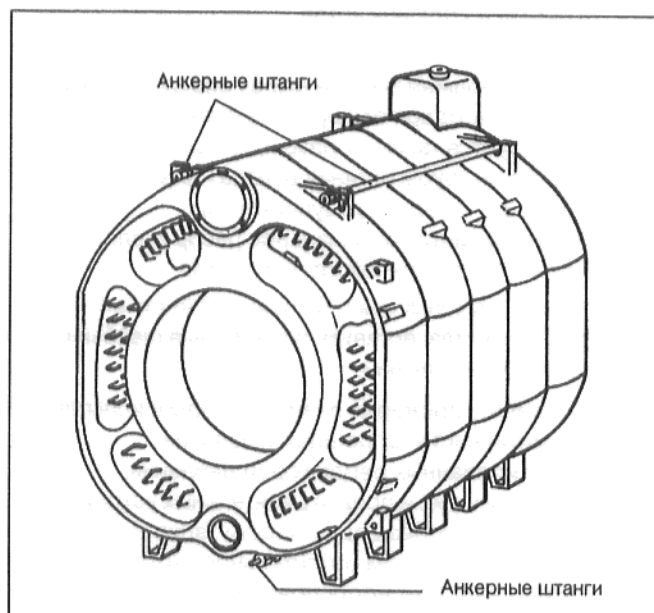

рис. 15
- Вставить анкерные штанги в литые выступы слева и справа, сверху и снизу рядом с ступицами котла (рис. 15).